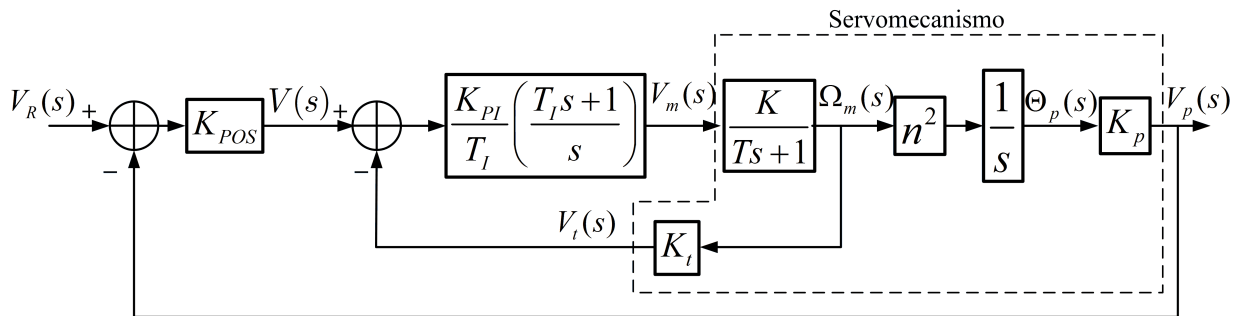

Figura 1: Sistema de controle de posição em cascata com PI interno de velocidade.
Considere o sistema de controle da Figura 1.
- Implemente em Simulink o controle projetado controlando o modelo linear, conforme apresentado na Figura 1. Como sinal de referência, considere uma onda quadrada com frequência fundamental igual a 0,1 Hz, amplitude 2 V e duração total de 20 s. Verifique que o desempenho do controle projetado é consistente com os requisitos de projeto.